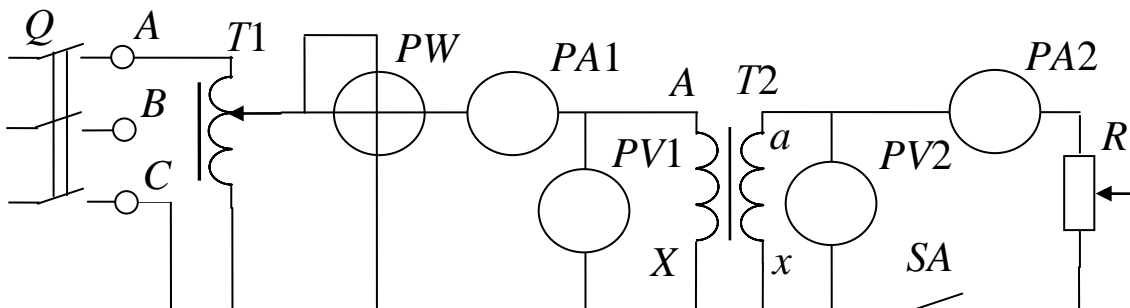

Рис. 1. Схема экспериментальной установки
Работа выполняется на стенде ЛЭС-5. В качестве однофазного трансформатора используется одна фаза трехфазного трансформатора $T2$ (см. рис. 1) со следующими параметрами: $S_{\text{ном}} = 50 \text{ ВА}$, $U_{1\text{ном}} / U_{2\text{х}} = 220 / 20 \text{ В}$, $f = 50 \text{ Гц}$. При этом можно использовать любую фазу, например, фазу A с обозначениями выводов первичной обмотки A и X , и вторичной – a и x .
5.4. Собрать электрическую схему (рис. 1), установив предварительно выключатели и регуляторы в исходное состояние. Для этого выключатели выключить, установить максимальное сопротивление реостата (скользящий контакт реостата установить в нижнее положение), регулятор автотрансформатора установить в положение до упора против часовой стрелки. Дать проверить схему лаборанту.